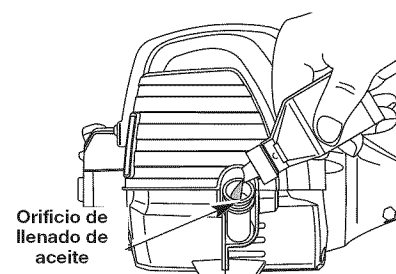

Fig. 7
4. Vierta todo el contenido de la botella de aceite en el cigüeñal (Fig. 7).